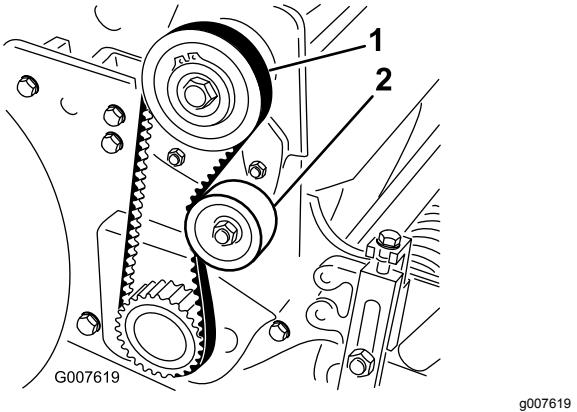

图37
2. 使用 1822N 的作用力按压皮带轮 图37 中间部位的皮带检查皮带的张紧力。皮带应下压 6mm。
- A. 松开怠轮皮带轮安装螺母并紧贴着皮带背面顺时针旋转怠轮皮带轮直至达到所需的皮带张紧力 图37。